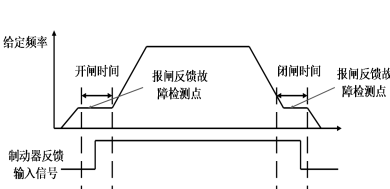

图 6-26 两点有效
- Fd15=1，表示只有在制动器打开或关闭的过程中才检测制动器反馈信号，其他时间均不检测，详见图 6-26。
· Fd41=1，表示只有在制动器打开或关闭的过程中才检测制动器反馈信号，其他时间均不检测，详见图 6-26。